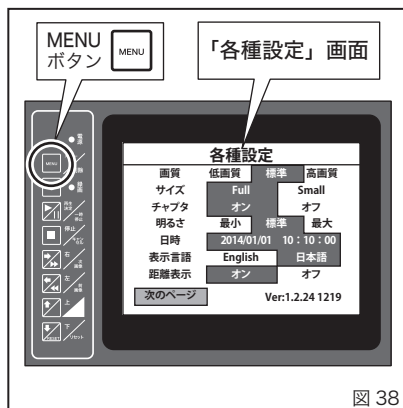

図 38
1. MENU ボタンを押すと、液晶モニターの表示が各種設定画面に変わります。(図 38)